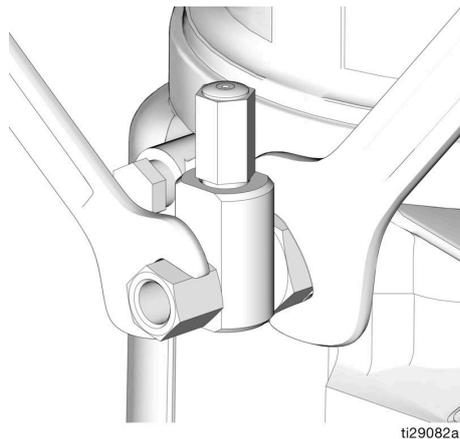

FIG. 32
- Desserrer le raccord d'élément de pompe (FIG. 32).
3. Serrer le raccord d'élément de pompe à l'aide de deux clés travaillant dans des directions opposées (FIG. 32).